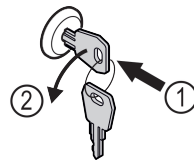

Fig. 159
- ▶ Вдавити ключ. Fig. 159 (1)
- ▶ Повернути ключ на 90° проти годинникової стрілки. Fig. 159 (2)